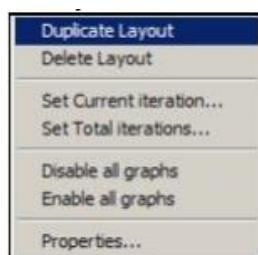

Figura 30: Proyecto menú contextual del explorador
2. Seleccione Duplicar Layout (véase la Figura 30).